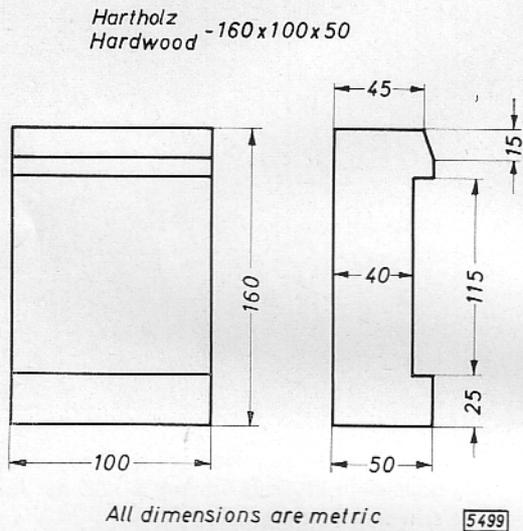

Bild B 3 - Vorderachs-Aufnahmeklotz
1. Vorderachs-Aufnahmeklotz aus Hartholz nach Bild B 3 anfertigen.